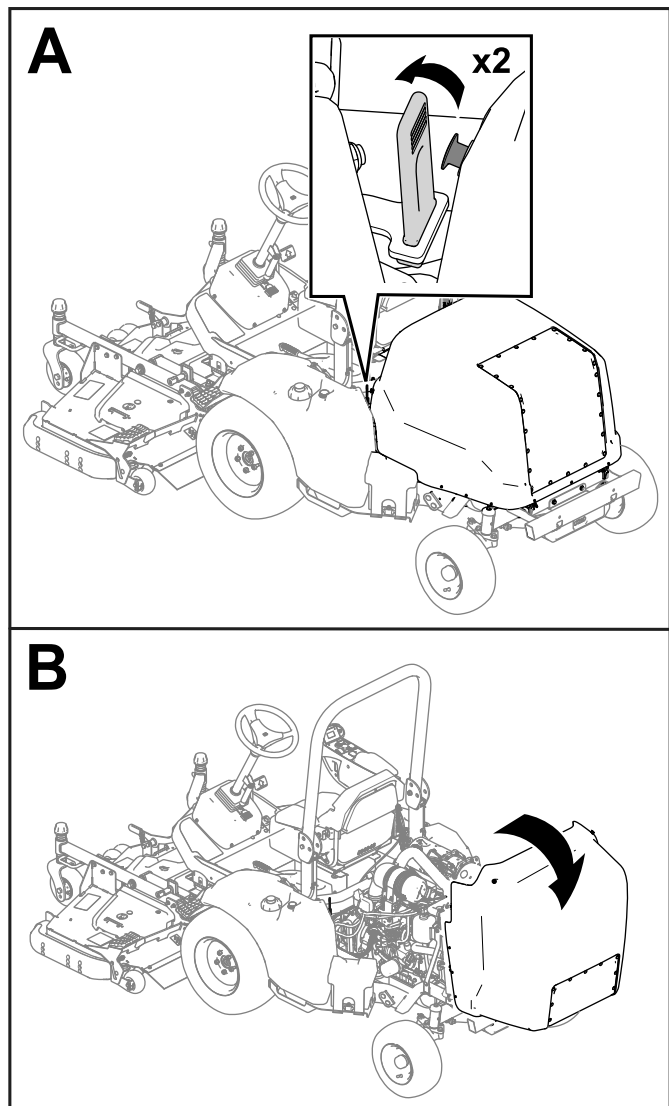

Figura 46
1. Eliberai curelele de pe fiecare parte a mainii (Figura 46).
2. Ridicăi capota (Figura 46).